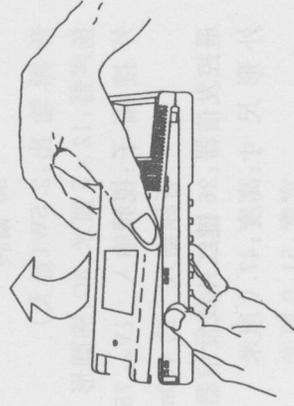

图 9
3. 打开底盒一侧后, 如图 9 所示, 滑动底盒, 如此便可拆离上盒。